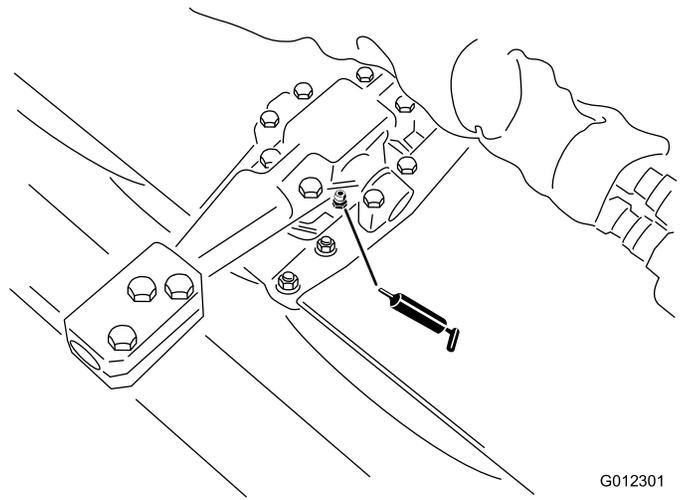

Bild 27
- Schwebende oder starre Kopf Gelenke (Bild 27)